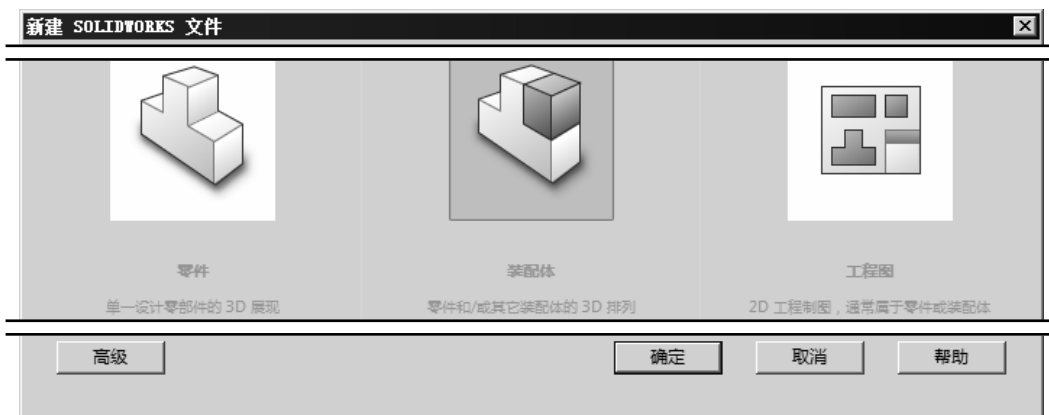

图 7.4.2 “新建 SOLIDWORKS 文件”对话框
Step1. 选择命令。选择下拉菜单 **文件(F)** → **新建(N)...** 命令，系统弹出如图 7.4.2 所示的“新建 SOLIDWORKS 文件”对话框。